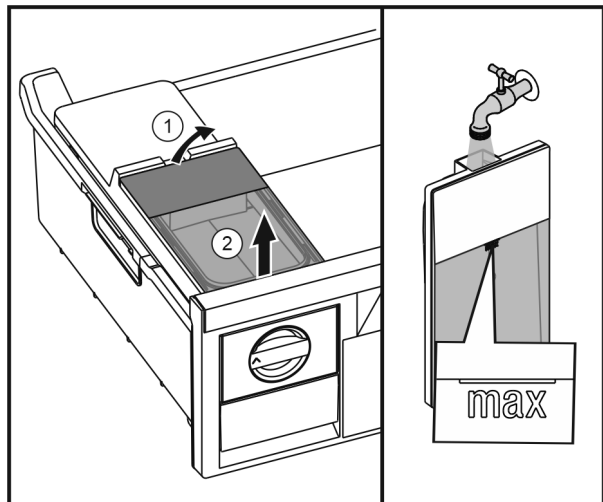

Fig. 30
- ▶ Повдигнете резервоара за вода отзад *Fig. 30 (1)* и извадете нагоре *Fig. 30 (2)*.